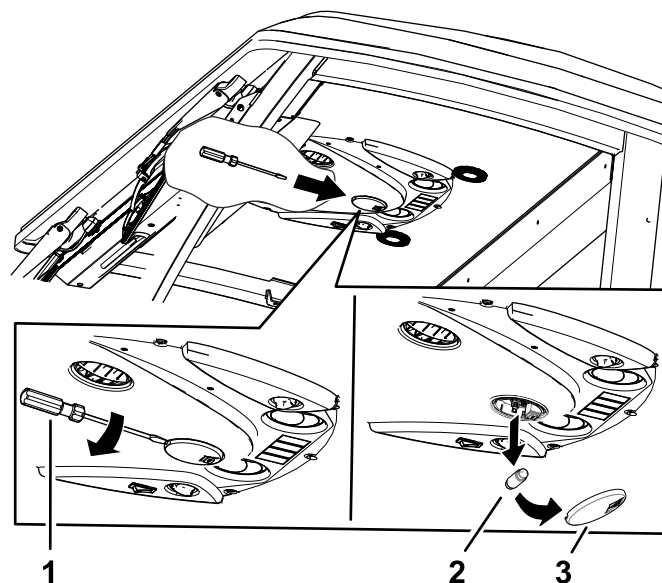

Figure 128
1. Avec un tournevis, enlevez le verre du panneau de commande (Figure 128).
2. Retirez l'ampoule du culot (Figure 128).